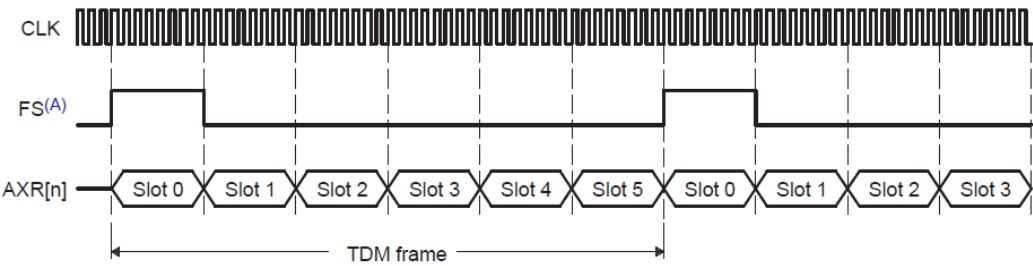

图15. 长帧同步模式
a. 长帧同步，如图15所示，FSYNC脉冲宽度等于1个Slot的长度。Slot在TDM中表示的是传输单个声道所占用的位数。如图15所示TI McASP接口的TDM包括6个Slots，即它最多可包括6声道数据。注意，Slot的位数并不一定等于音频的量化深度。比如Slot可能为32 bit，其中包括24 bit有效数据位（Audio Word）+ 8 bit零填充（Zero Padding）。不同厂商对Slot的叫法可能有所区别，比如Circus Logic称之为Channel Block；